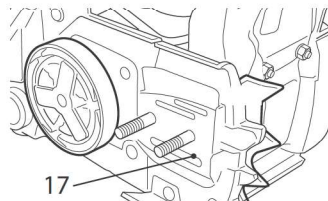

Fig. 47
- > Verifique se o orifício de lubrificação (17) está obstruído e, se necessário, limpe-o, para garantir uma boa lubrificação da lâmina-guia e da corrente durante a operação. Use um arame macio e suficientemente pequeno para introduzir no orifício de descarga do óleo (Fig. 47).